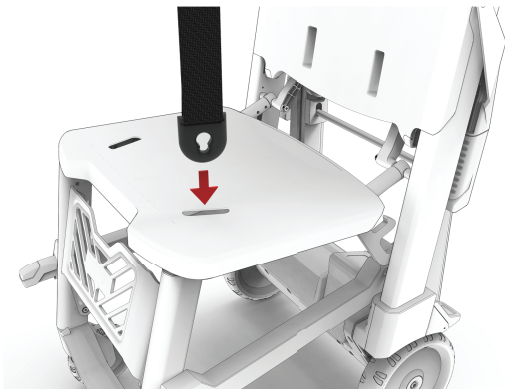
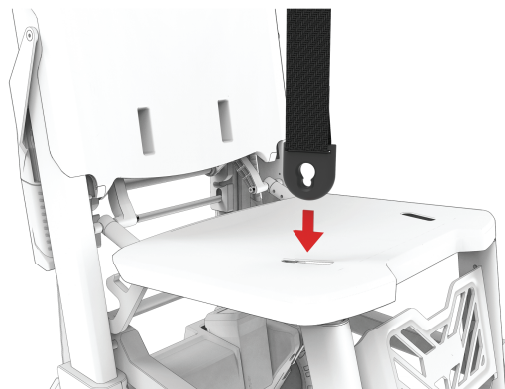

Figura 16 – Clipe do assento, lado esquerdo do doente
Figura 17 – Clipe do assento, lado direito do doente
1. Com a correia de contenção direita do doente, insira o clipe direito do assento do doente através do orifício direito do doente no fundo do assento (Figura 16 e Figura 17).